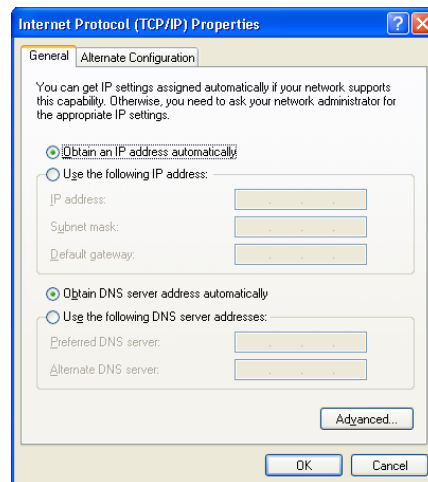

Figura 3. Selecione as propriedades de rede do computador para automático para o Adaptador de Internet Wi-Fi.
3. Abra as Propriedades de Protocolo de Internet (TCP/IP) da porta de rede do computador. Marque a opção “Obtain an IP address automatically” (Obter endereço de IP automaticamente) como na Figura 3 para as configurações do Adaptador. Também certifique-se de que o botão “Obtain DNS server address automatically” (Obter endereço de servidor DNS automaticamente) esteja selecionado.
b. Automaticamente (DHCP ativado). No site da AR2, entre no menu de configurações do AutoRAE 2. (Ver Figura 3.) Ative a função DHCP da porta Ethernet do Controlador AutoRAE 2e depois saia para o modo normal AR2. Mantenha as configurações de porta wireless do computador como mostradas na figura 3 (ou seja, com as definições para obter o endereço de IP automaticamente).